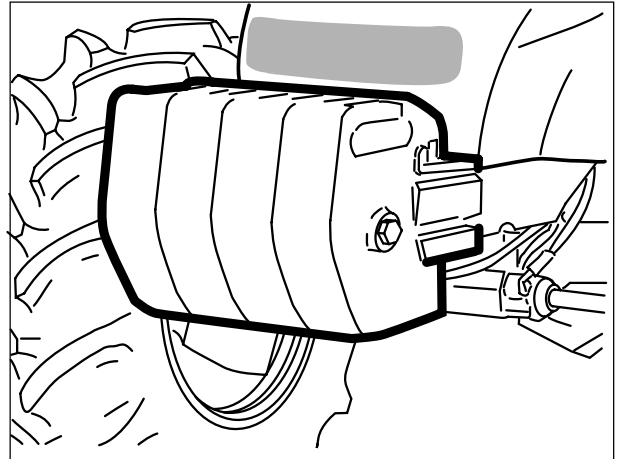

Fig. 1.13
- Utilize lastros frontais para aumentar a estabilidade do tractor quando rebocar uma carga pesada ou para equilibrar uma alfaia pesada montada na traseira (Fig. 1.13).